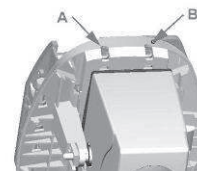

Figure 10 : Localisation des sorties test
3. Raccorder un voltmètre sur les sorties test (A et B) situées au-dessus de la partie « E/R » (Cf Figure 10) ;